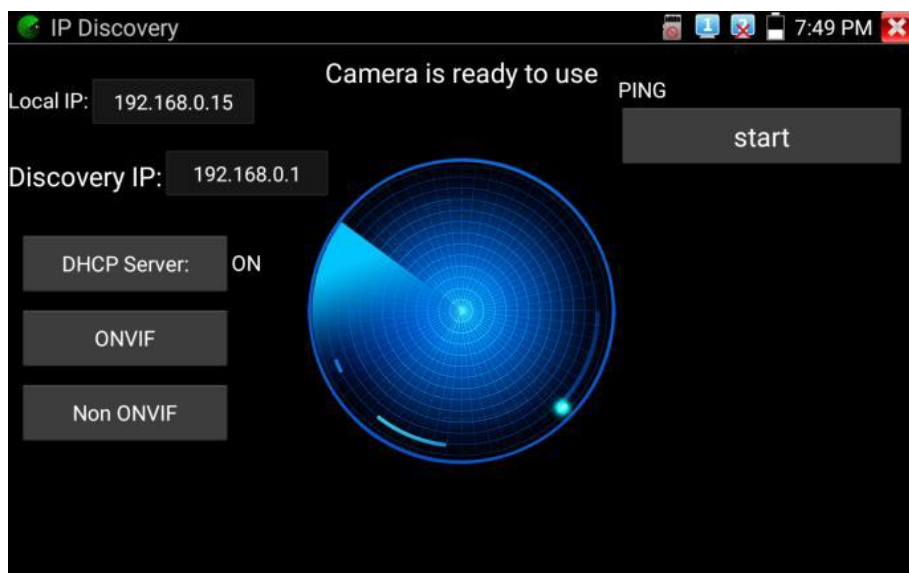

Рис. 19 Приложение IP-Discovery
1. Откройте приложение IP-Discovery из папки IP Camera Test на рабочем столе тестера (рис. 19). После непродолжительного поиска отобразится весь интерфейс приложения: